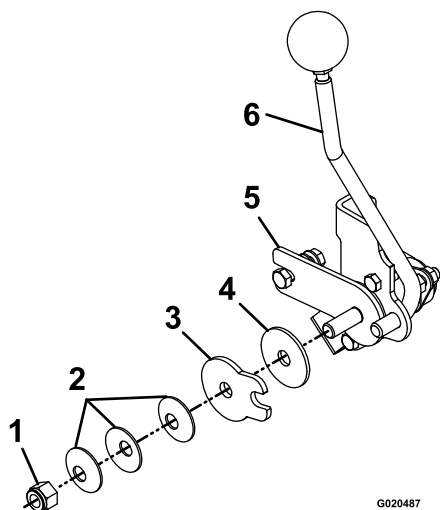

Рисунок 64
3. Отрегулируйте гайку оси поворота, расположенную на конце вала управления движением в передней части правой консоли (Рисунок 64).